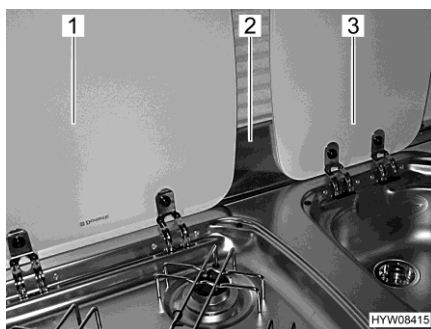

Bild 135 Flamskyddsplåt och lock
Före matlagning måste flamskyddsplåten (Bild 135,2) hakas fast på fönster-ramen. Flamskyddsplåten täcker då området mellan locken för diskhon (Bild 135,3) och gasspisens (Bild 135,1).
- Haka fast flamskyddsplåten (Bild 135,2) på fönsterramen.
- Öppna gasspisens lock (Bild 135,1).